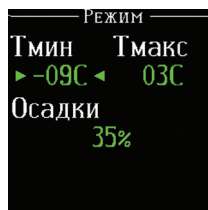

Рис. 9. Редактирование
- кратковременно нажимайте энкодер до подсветки требуемой настройки (Рис. 9).